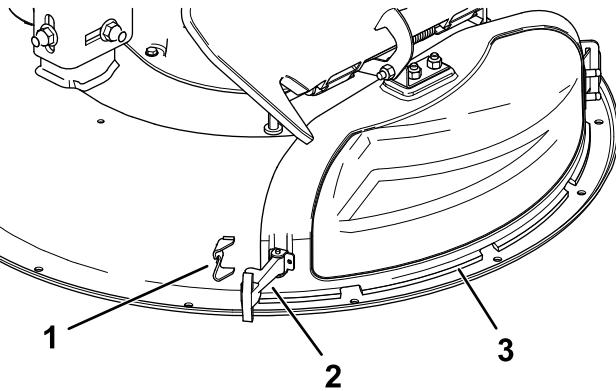

Figure 11
3. Dégarez le loquet à poignet flexible de la gâche sur le couvercle d'éjection et faites pivoter ce dernier sur la droite (Figure 11).
- Fixez le couvercle d'éjection au plateau de coupe en accrochant le loquet à poignée flexible du couvercle d'éjection à la gâche sur le plateau de coupe (Figure 11).